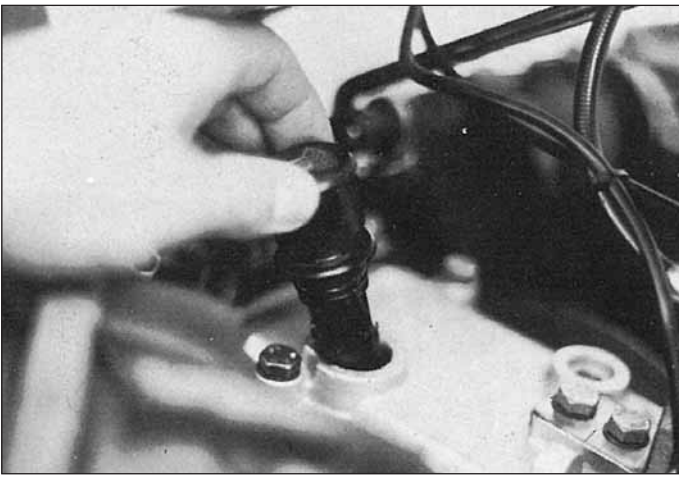

Fig. 4
- nivelul de ulei in interiorul motorului (fig. 5 si 6) si al cutie de viteze; joja se afla pe carcasa superioara (fig. 4); nivelul de ulei trebuie sa fie intre cele doua marcaje.
Verificati nivelul de ulei dupa fiecare 50 de ore de functionare, indepartind capacul (fig. 4) si verificind cu masina in pozitie orizontala ca nivelul uleiului este intre cele doua marcaje de pe joja. Daca este necesar adaugati ulei